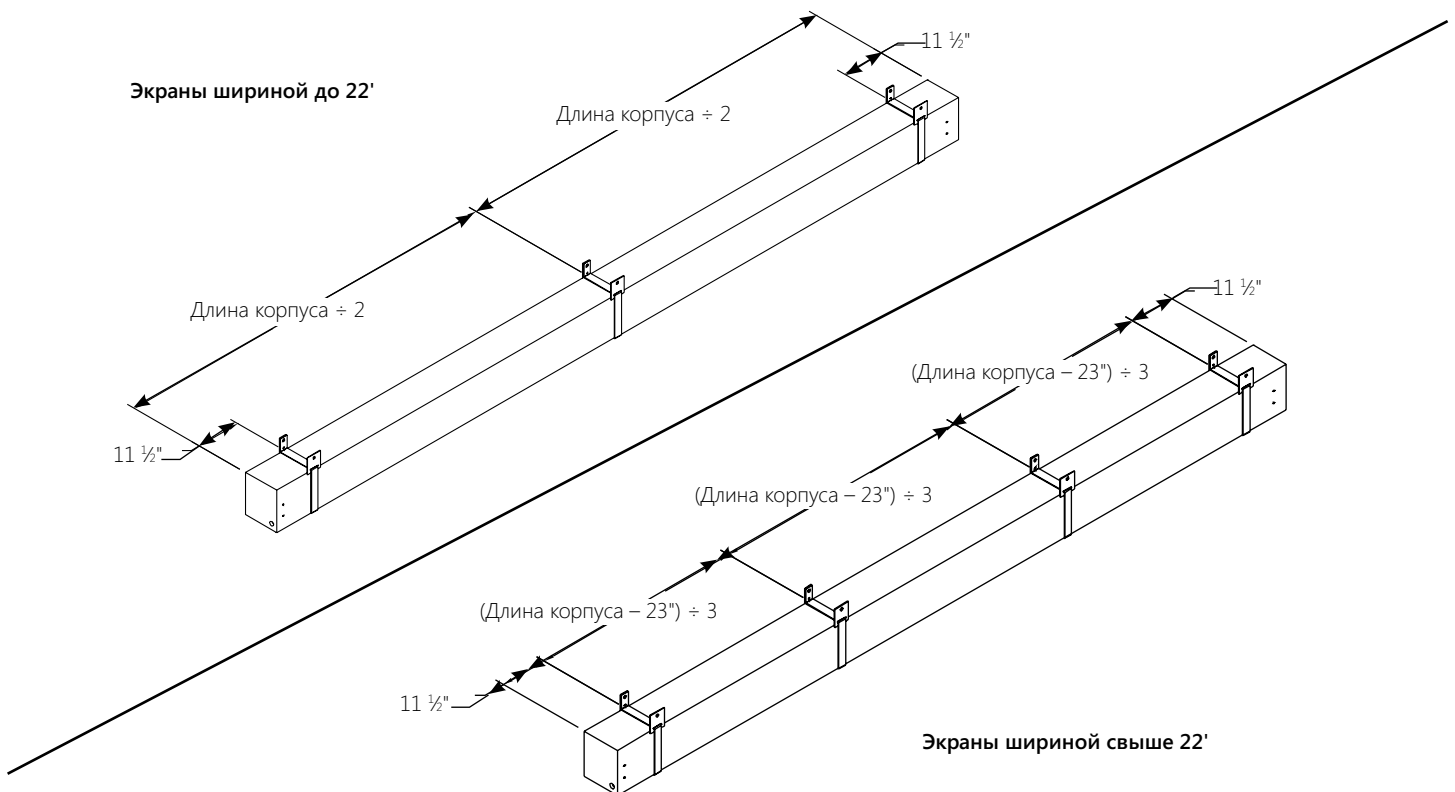

Рисунок 3
1. Расположение подвесного кронштейна показано на рис. 3.